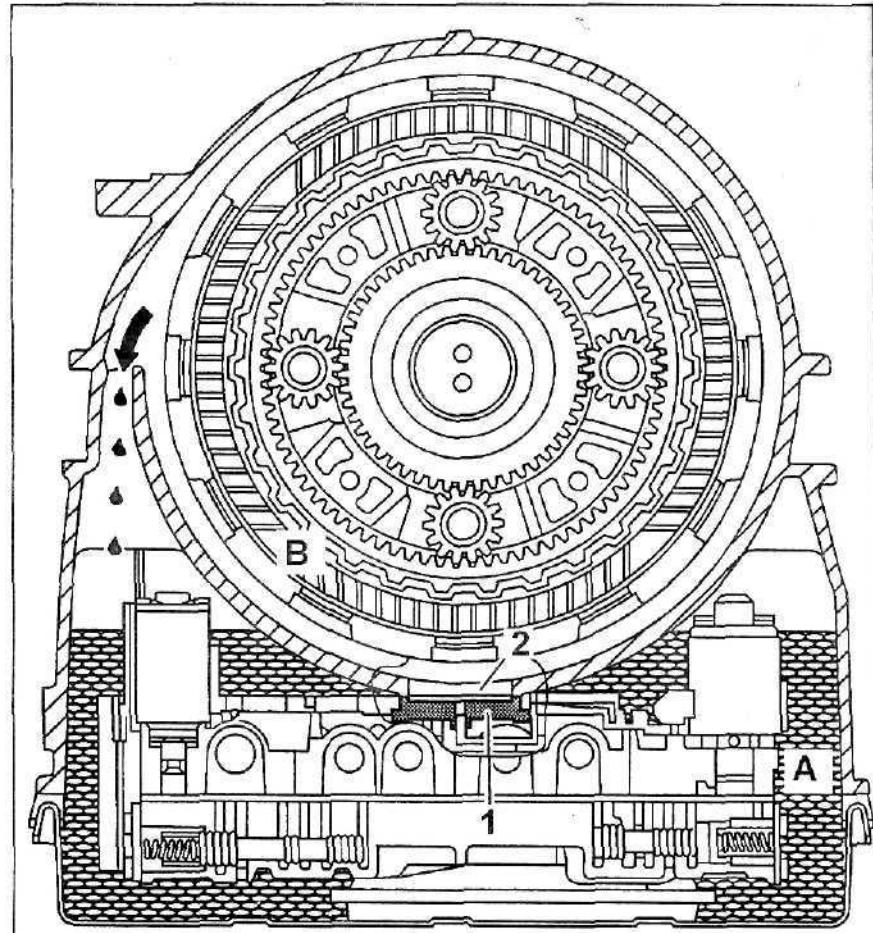

Рис. 15.
Механизм предназначен для перекрытия отверстия, соединяющего полость масляного поддона (A) с полостью планетарных механизмов (B) (рис. 15). Это сделано для того, чтобы в случае повышения уровня масла вращающиеся планетарные ряды не погружались в масло.
Масло, используемое для смазки, постоянно стекает с вращающихся деталей планетарного механизма вниз и через отверстие (2) попадает обратно в масляный поддон. Если уровень масла начинает превышать установленный уровень, то поплавок (1) прижимается к корпусу и разъединяет тем самым полость масляного поддона (A) и полость планетарных механизмов (B). Масло же, стекающее с деталей планетарного механизма, под действием центробежных сил отбрасывается на стенки картера коробки передач и попадает через верхнее окно (на рис. 15 показано стрелкой) обратно в масляный поддон.